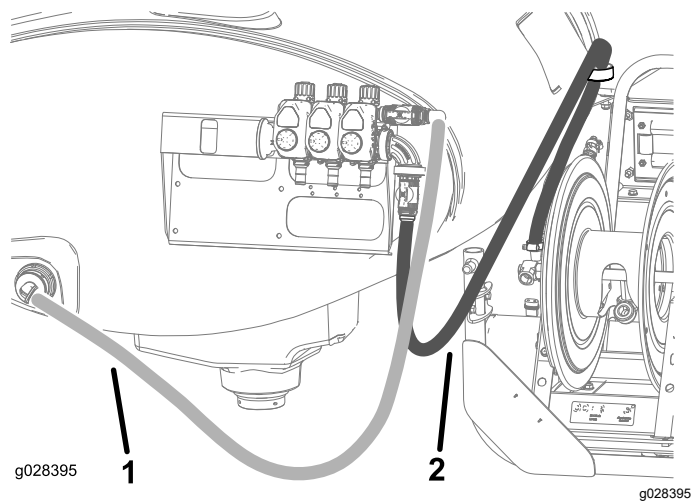

Figura 24
17. Introducei furtunul de alimentare cu tambur ca în Figura 24 i fixai-l pe tamburul pentru furtun cu ajutorul unei cleme pentru furtun.